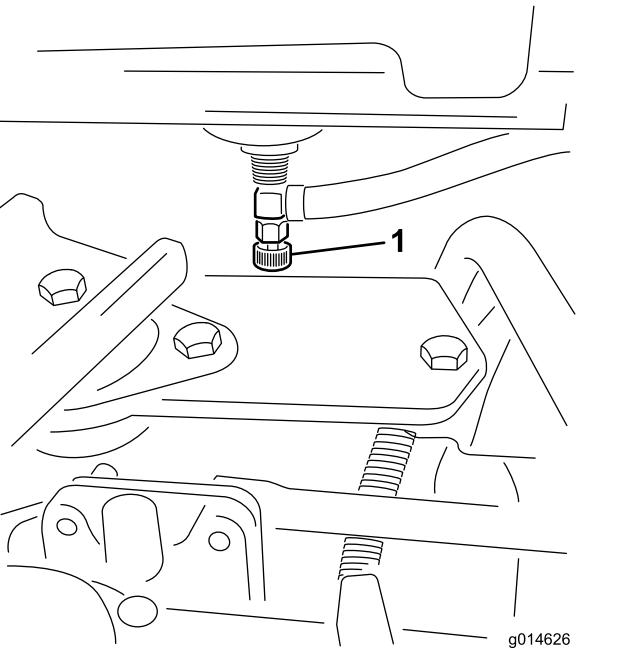

Bild 31
1. Schließen Sie den Kraftstoffhahn (Bild 31) unter dem Kraftstofftank.